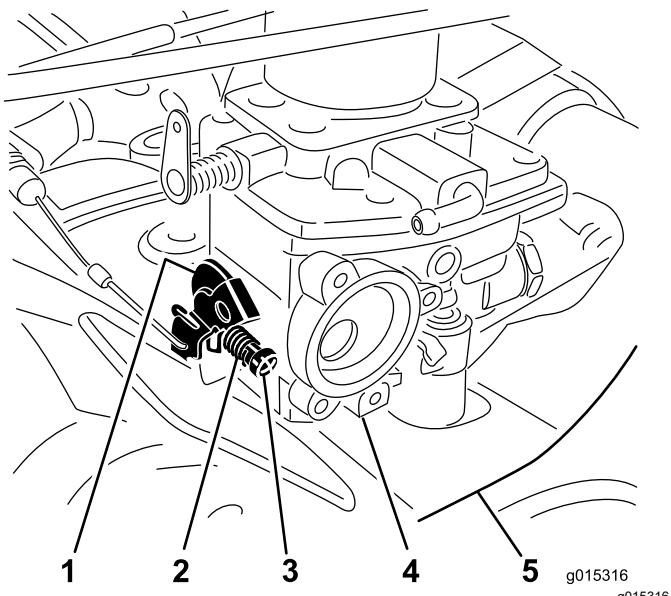
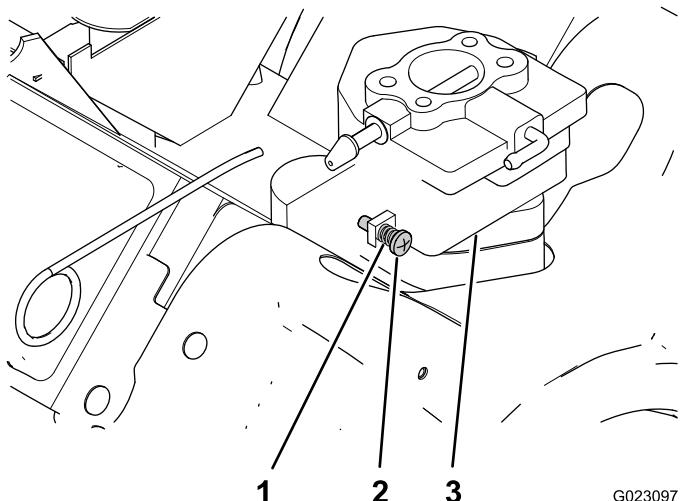

図 7
図 8
9. MDX の場合アイドルねじとスプリングを、図 7 に示すようにキャブレターアセンブリに取り付ける。
10. ねじを、スロットルストップに取り付け右ねじ、スロットルレバーに最初に当たったところで止める。その位置から、さらに1回転右に進める図 7。
2. アイドルねじを調整して、ローイングを 1,050 1,150 rpm とする図 7 と図 8。